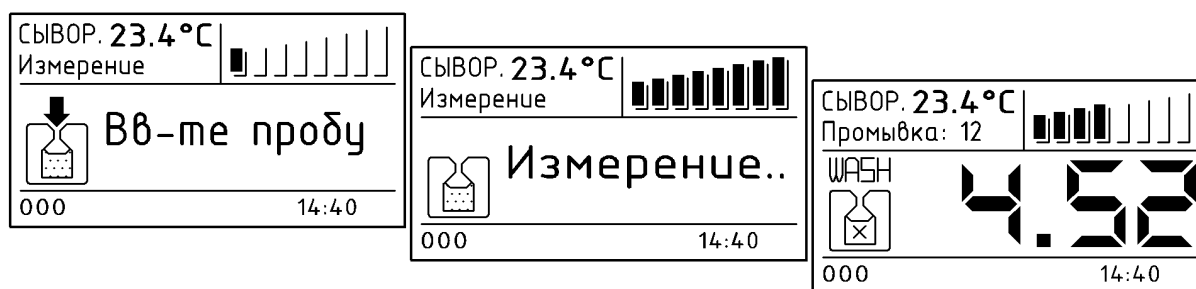

Рис.34. Сообщение дисплея при работе с сывороткой и ликвором.
4.3.4. Через 10 секунд на дисплее в сегменте «Результ» появится результат и автоматически включится «Промывка» (см. рис.34). Результат будет высвечиваться на дисплее в течение всей длительности промывки, после чего анализатор подаст звуковой сигнал и появится информация «Вв-те пробу». Анализатор будет готов к следующему измерению.